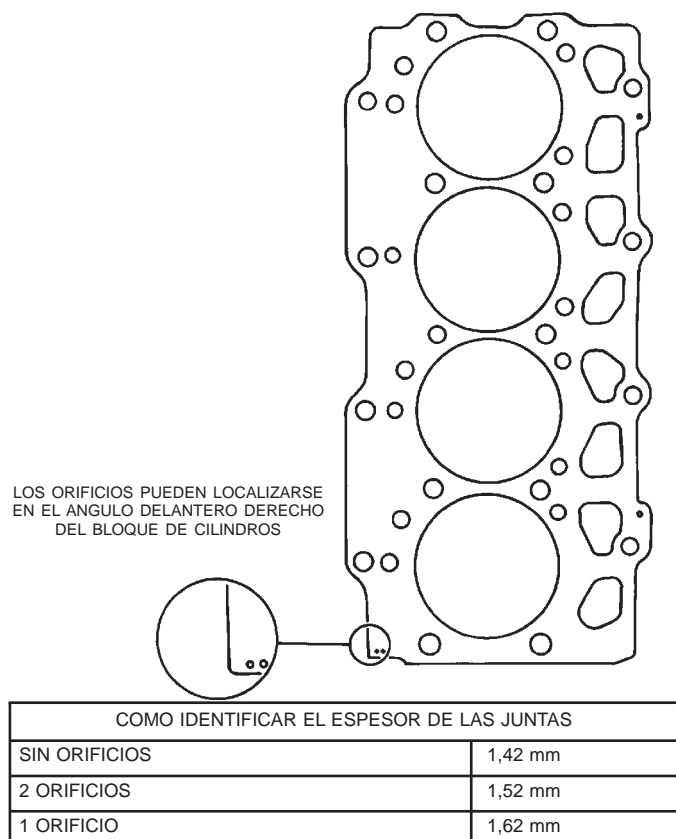

Fig. 35 Junta de acero de culata de cilindro—identificación
Las juntas de culatas de cilindros se encuentran disponibles en tres espesores. Los orificios de identificación situados en el ángulo delantero derecho de la junta indican el espesor de la junta (Fig. 35).
- (5) Repita el procedimiento con el resto de los cilindros.
- (6) Establezca el espesor de la junta de acero para las cuatro juntas de culatas de cilindros sobre la base de la proyección mayor del pistón (Fig. 35).